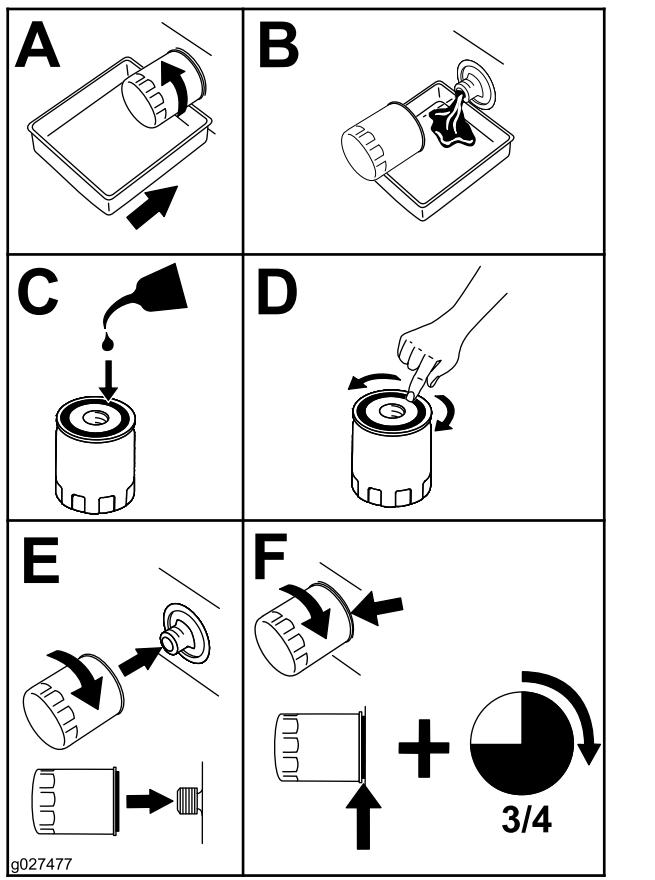

Figure 43
5. Remplacez le filtre à huile moteur comme montré à la Figure 43.